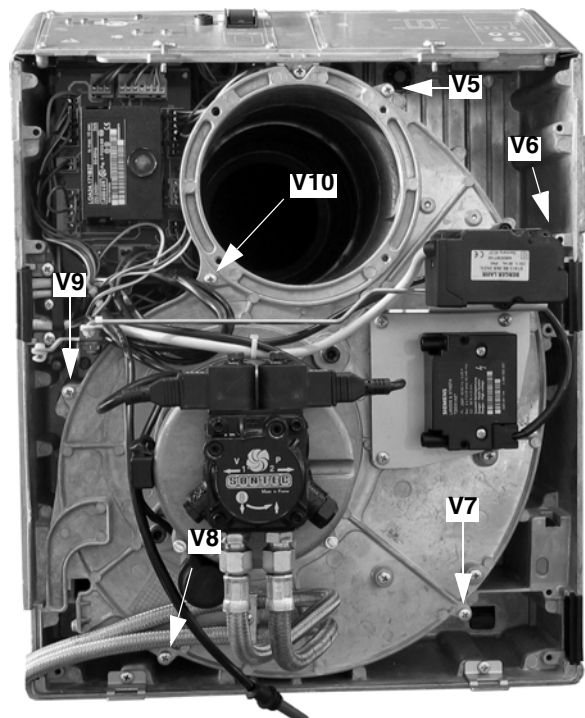

Fig. 26
- Quite los 6 tornillos V5 - V10 de fijación de la placa de los componentes (Fig. 26).
- Reinstale la placa de los componentes y apriete los 6 tornillos V5 - V10 (Fig. 26).